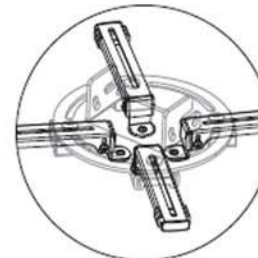

figure 15
- 3.) Montieren Sie die Haltearme verkehrt herum an der Grundplatte wenn der Abstand zwischen des Befestigungspunkten weniger als 120mm beträgt. Verbinden Sie die Haltearme mit den justierbaren Befestigungsschrauben an der Grundplatte (figure 15)